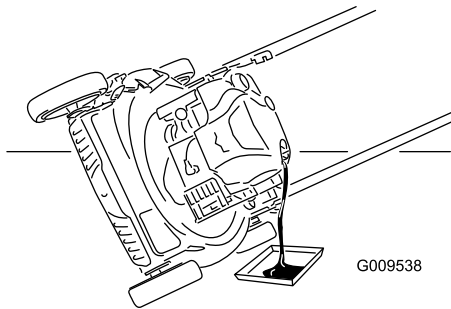

Figura 21
- Coloque el cortacésped de lado con el filtro de aire hacia arriba para drenar el aceite usado a través del tubo de llenado de aceite (Figura 21).